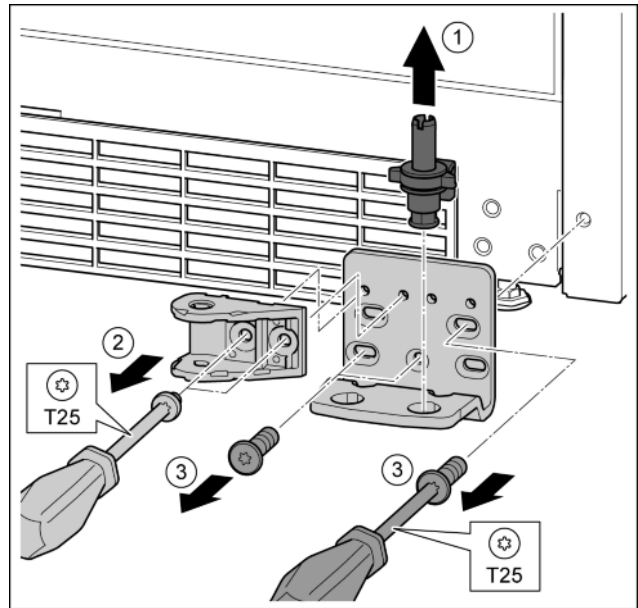

Fig. 31
- ▶ Lagerbolzen komplett nach oben herausziehen. Fig. 31 (1)
- ▶ Schrauben mit Schraubendreher T25 herausdrehen und Schließdämpferverbindung abnehmen. Fig. 31 (2)
- ▶ Schrauben mit Schraubendreher T25 herausdrehen und Lagerbock abnehmen Fig. 31 (3)